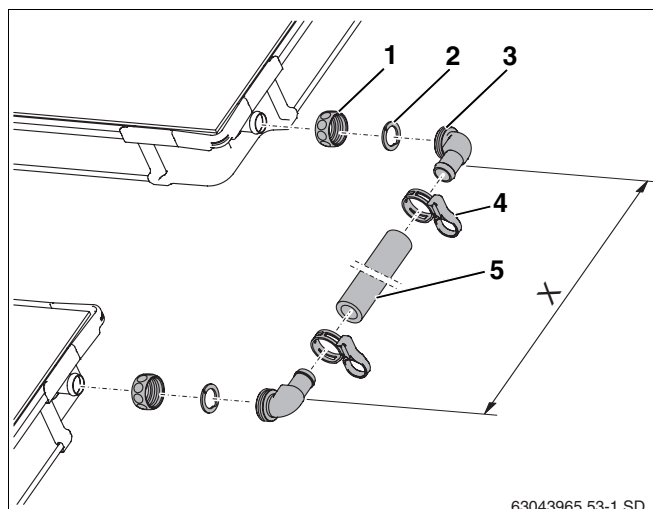

Fig. 41 Conjunto de união entre duas filas de colectores
- ▶ Inserir a porca (fig. 41, **item 1**) sobre as ligações do colector.
- ▶ Colocar a anilha de aperto (fig. 41, **item 2**) atrás do reforço da ligação do colector e apertar.
- ▶ Apertar e alinhar o terminal angular com o O-ring (fig. 41, **item 3**) à ligação, e aparafusar com a porca.
- ▶ Medir a distância entre os terminais angulares (medida X) nos colectores montados e cortar a mangueira (fig. 41, **item 5**) com a dimensão correspondente.
- ▶ Inserir a mangueira solar nos terminais angulares e apertar com braçadeiras de mola (fig. 41, **item 4**).